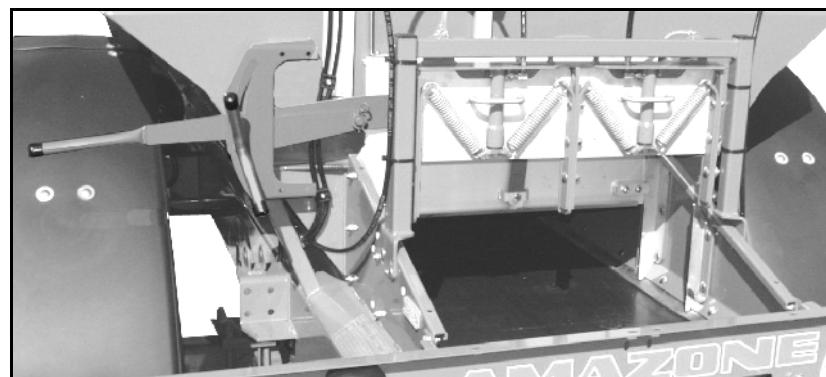

Fig. 7
Nach Eingabe von Arbeitsbreite, Sollmenge, Vorgesehener Geschwindigkeit und Schüttgewicht die empfohlene Hauptschieberstellung am **ZG-B** einstellen (Fig. 7).
6. Vordosieren bis der Dünger das Ende des Bandbodens erreicht hat (Fig. 7). Doppel-Schieber öffnen automatisch.